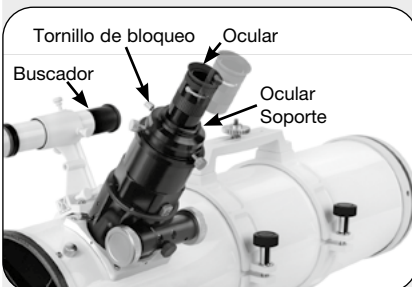

Fig. 10: Introduzca el ocular y apriete los tornillos.
10. Inserción del ocular (Fig. 10): Levante para quitar la tapa de polvo del soporte del ocular en el ensamblaje del sistema de foco. Coloque la tapa antipolvo en un lugar seguro y vuelva a colocarla cuando haya terminado de observar para evitar que entre suciedad en el telescopio. Retire los tornillos de mariposa del ocular (1, Fig. 1a) e inserte el ocular de 25 mm (3, Fig. 1a) suministrado en el soporte del ocular. A continuación, apriete a mano los tornillos para evitar que el ocular se salga.